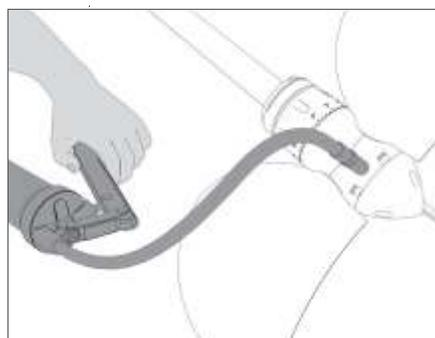

FIG. 45 Bombeado de la grasa
- Introduzca grasa EWOL, disponible en el sitio web www.ewoltech.com o en www.ewol-propellers.com (desde EE.UU.) mediante una bomba engrasadora (**Fig. 45**) hasta que sobresalga por los asientos de las palas o por la anilla **MPS**.